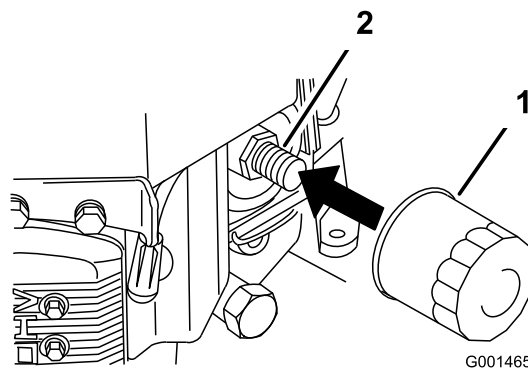

Figure 27
3. Appliquez une fine couche d'huile neuve sur le joint en caoutchouc du filtre de rechange (Figure 27).
4. Posez le filtre à huile de rechange sur l'adaptateur, tournez le filtre dans le sens horaire jusqu'à ce que le joint en caoutchouc touche l'adaptateur, puis serrez encore le filtre de trois quarts de tour (Figure 27).
2. Retirez le filtre usagé (Figure 27).